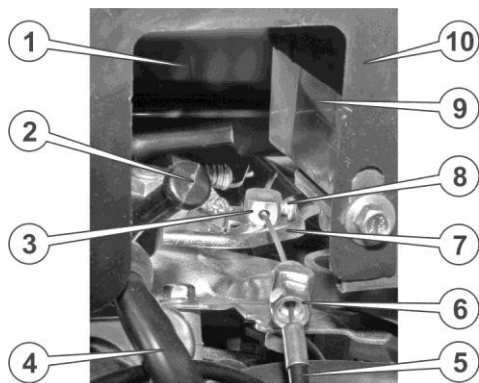

Рисунок 9. – Регулювальні елементи карбюратора
17. Вставити трос механізму регулювання подачі палива в отвір кронштейна даного механізму, закріпити кінець троса в кліпсі важеля регулювання подачі палива за допомогою гвинта (див. рисунок 9.)